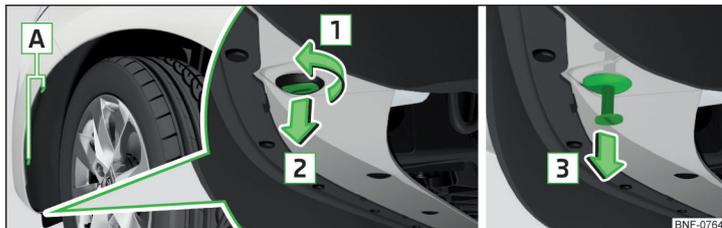

Fig. 144 Démontez le revêtement du passage de roue
- À l'aide du tournevis de l'outillage de bord, retirez les vis **A** » fig. 144 hors du revêtement du dessous de caisse.
- Insérez la partie munie du rivet avec la fente dans le sens inverse de la flèche **2** et tournez-la à 90 degrés dans le sens de la flèche **1** » fig. 144.